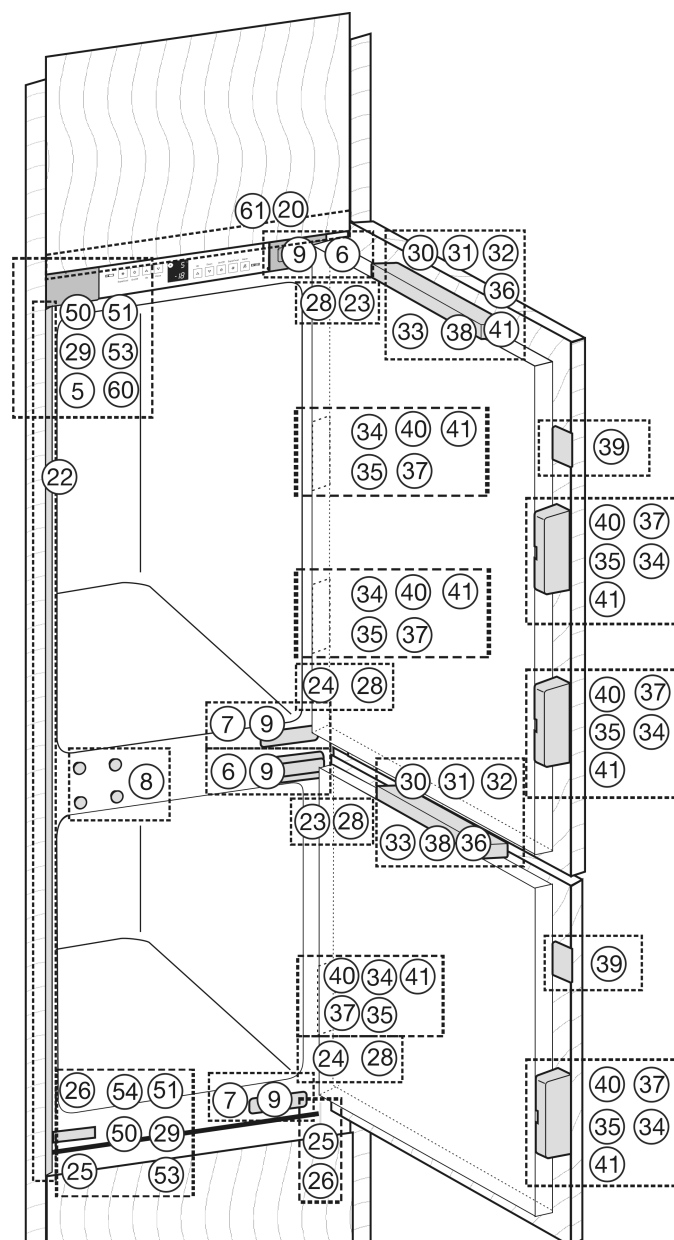
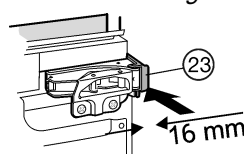
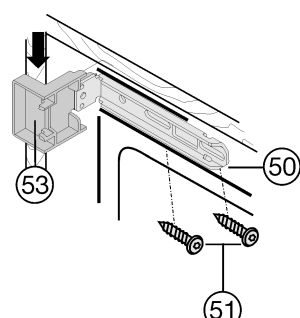
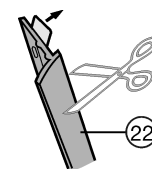

Fig. 12
Fig. 17
Fig. 18
Fig. 19
- Desmonte las piezas de cubierta Fig. 12 (5,6,7).
- Sujete la pieza distanciadora Fig. 17 (23) en las bisagras superiores y la pieza distanciadora Fig. 12 (24) en las bisagras inferiores.
- Coloque las cubiertas Fig. 18 (53) encima y debajo de la escuadra de fijación Fig. 18 (50).
- Fije la escuadra de fijación Fig. 18 (50) en la parte superior y en la parte inferior con tornillos Fig. 12 (51) de forma que la escuadra pueda moverse ligeramente a la derecha y a la izquierda.
- Retire la lámina protectora de la tira tapajunta Fig. 19 (22). Fije la tira tapajunta Fig. 19 (22) por el lado del tirador y delantero en la parte frontal de la cubierta Fig. 18 (53) y adhiérela a la pared lateral del aparato.
- Si es necesario, acorte la tira tapajunta Fig. 19 (22) en la parte inferior: La tira tapajunta Fig. 19 (22) debe terminar 1/8 " (3 mm) por encima del canto superior de la escuadra de fijación inferior Fig. 12 (50).
- Inserte el aparato hasta que las cubiertas Fig. 18 (53) alcancen la pared lateral del mueble Fig. 18.
- Tenga en cuenta la medida de montaje (profundidad de las piezas de tope de la puerta): Deje que las bisagras y las cubiertas Fig. 18 (53) sobresalgan en la medida de montaje.
- Alinee el aparato en posición vertical mediante las patas de ajuste Fig. 12 (25) con la llave de boca Fig. 12 (26) suministrada.